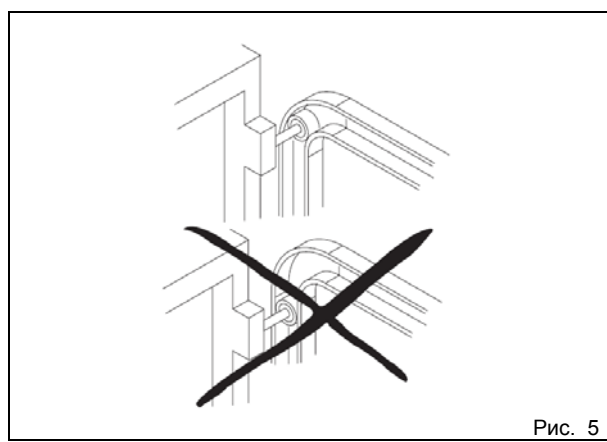

Рис. 5
- Если секционные ворота закрыты, верхний направляющий ролик должен находиться на горизонтальном участке направляющего профиля (рис. 5).